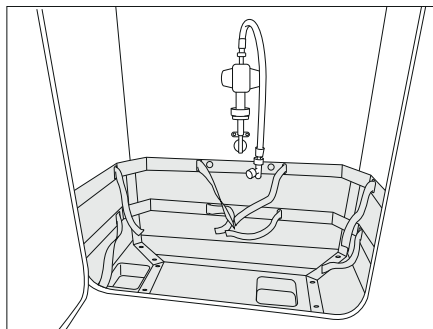
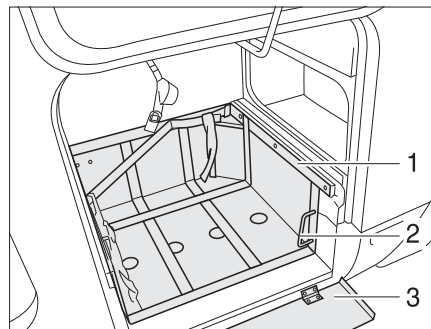

Bild 223 Gasbox
Bild 224 Gasbox, med utdragbara skenor
- Om det finns en skyddsplåt: Fäll ned skyddsplåten (Bild 224,3).
- Frigör sliden (Bild 224,1) med hjälp av handtaget (Bild 224,2).
- Drag ut sliden (Bild 224,3) till stoppläget.
- Vrid (Bild 224,2) handtaget.
- Frigör sliden (Bild 224,3) med hjälp av handtaget (Bild 224,2).
- Skjut in sliden (Bild 224,3) till stoppläget och vrid tillbaka handtaget (Bild 223,2).
- Om det finns en skyddsplåt: fäll upp skyddsplåten (Bild 224,1).